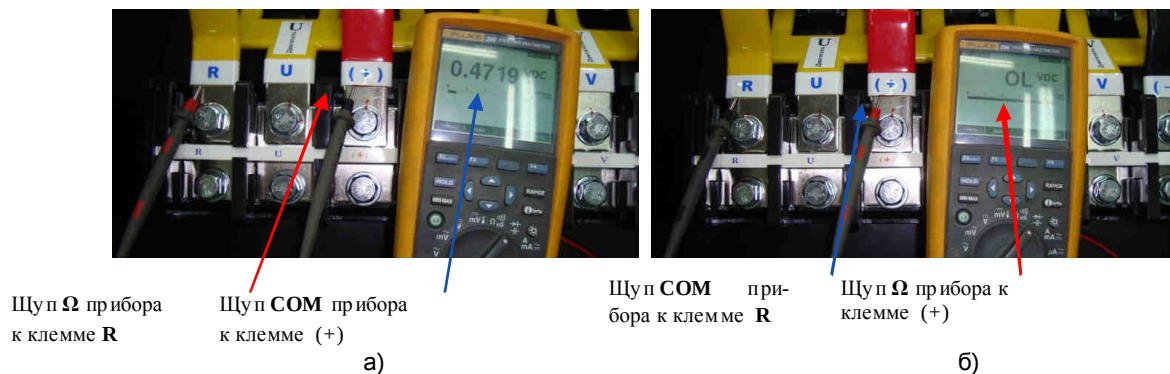

Рис. 4.13.
4.10.2. Проверить цепь предзаряда (диоды предзаряда и резисторы предзаряда), подсоединяя мультиметр к клеммам «+» и «R» силовой клеммной колодки. Исправная цепь должна «звониться» как «диод»: при прямой проводимости показания прибора 0,3 – 1,0 и должен звучать короткий звуковой сигнал (рис.4.13 а); при обратной проводимости - «обрыв цепи» (рис.4.13 б).